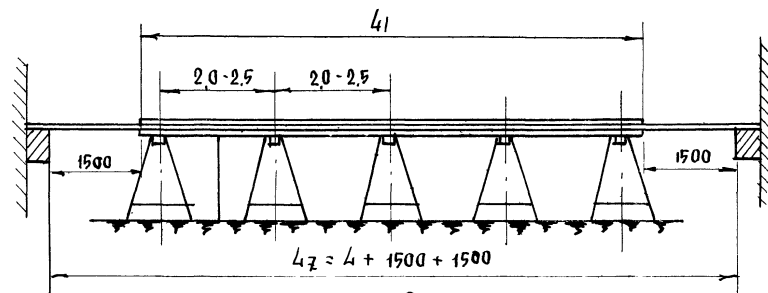

Рис. 2
- 7 Провода для гибкой ленты нарезаются отрезками равной длины, с учетом вшитой части и свободных концов, (по проекту) и укладываются на козлы (рис. 2 и 3). Провода меньшего сечения занимают середину ленты.
- 9 Брезент берут, протягивают его под провода и раскладывают на козлах, оставляя равные концы проводов с обеих сторон не подлежащие обшивке. Свободные концы проводов нужны для дальнейшего монтажа в клеммовых коробках (рис. 2 и 3)